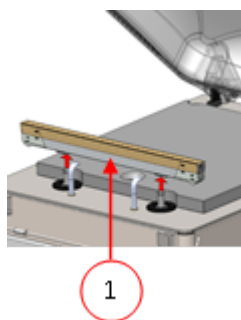

Figura 19: Extracción de la barra de sellado
1. Levante la barra de sellado de los cilindros para extraerla. Consulte *Figura 19: Extracción de la barra de sellado* en la página 55.